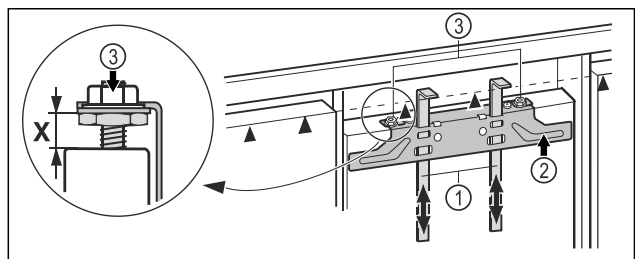

Fig. 16
- ▶ Työnnä asennusavut *Fig. 16 (1)* kalusteoven korkeuteen. Asennusavun alempi vastareuna ▲ = asennettavan kalusteoven yläreuna.
- ▶ Ruuvaa kiinnityspalkki *Fig. 16 (2)* irti vastamutterien *Fig. 16 (3)* avulla.